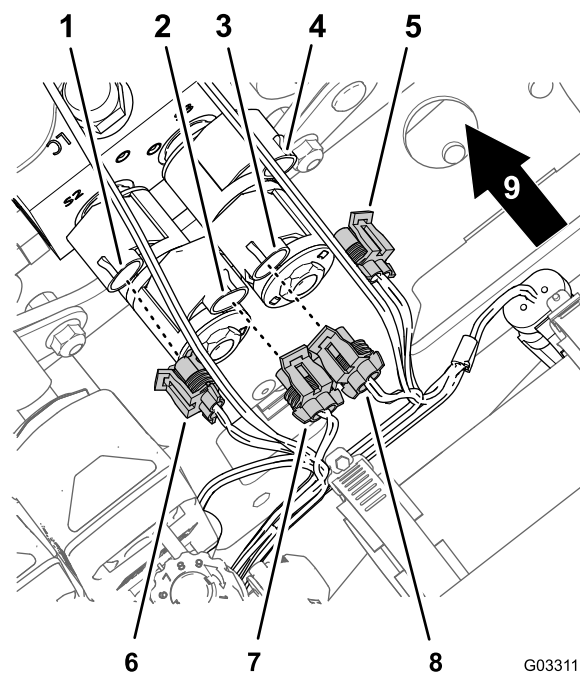

Figure 17
3. Débranchez le connecteur à 2 douilles du faisceau du kit de finition pour rampe sonique (Figure 17) du connecteur à 2 broches des solénoïdes du collecteur de vérin de levage comme suit :